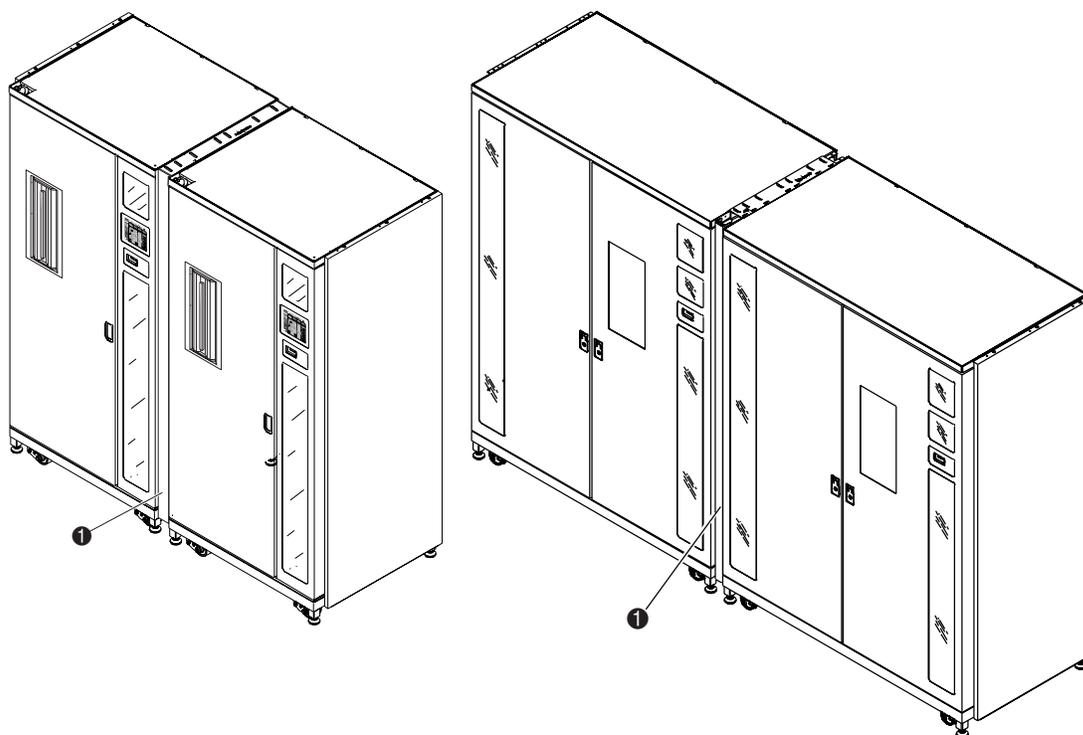

Abbildung 2-15. Anbringen des vorderen Verkleidungsprofils
8. Setzen Sie die Verkleidung in die vordere Lücke zwischen den Tape Libraries ein (❶ Abbildung 2-15). Stellen Sie sicher, dass die offenen Schlitz in den Verkleidungswinkeln hinter alle vier Schrauben greifen (❷ Abbildung 2-2).